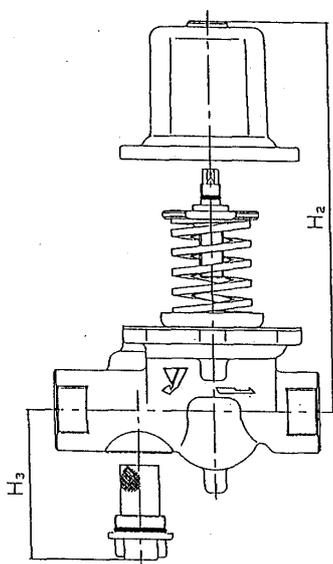

図 1
- (11) 配管取付け方向は水平・垂直任意です。
- (12) 分解点検にはH₂以上のスペースが必要です。又、内蔵ストレーナ点検は、H₃以上のスペースが必要です(呼び径20A～50A、図1参照)。
- (13) 二段減圧する場合は、製品間の距離を3m以上離して取付けてください。